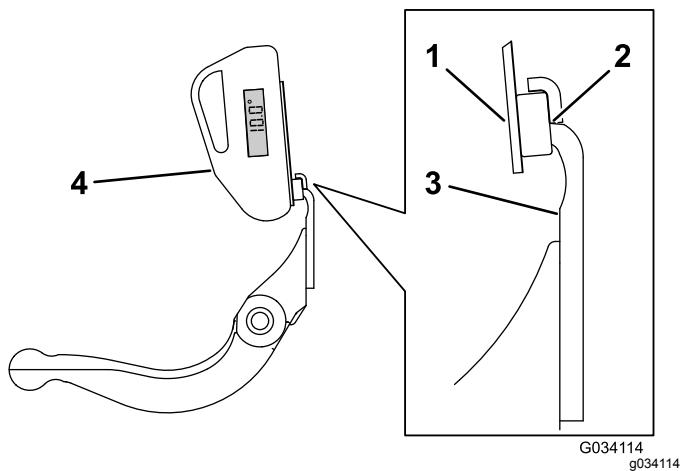

Рисунок 26
3. Установите крепление индикатора угла на кромке неподвижного ножа так, чтобы кромка магнита совпала с кромкой неподвижного ножа (Рисунок 26).
4. Установите индикатор угла на крепление, как показано на Рисунок 26.